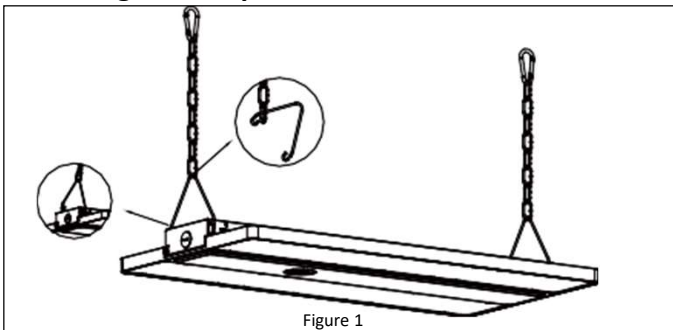

Figure 1
3. Attach the V-Hooks to the fixture as shown in **Figure 1**.
3. Fixez les crochets en V au luminaire comme indiqué à la **Figure 1**.